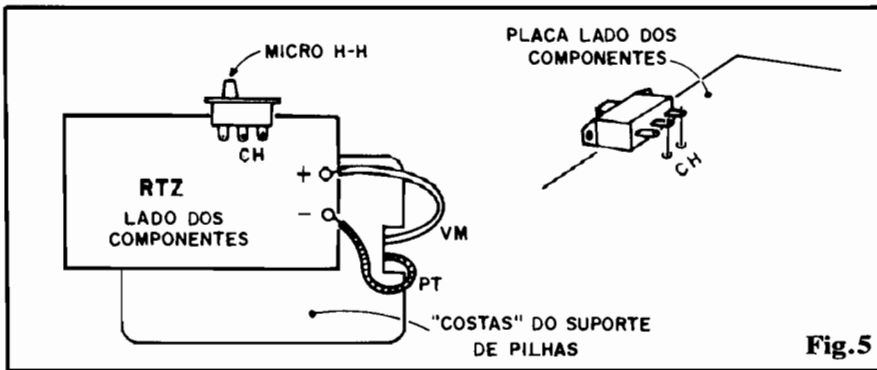

Fig.5
- **FIG. 5** - CONEXÕES EXTERNAS - Já que o microfone e LEDs são ligados diretamente à placa (ver figura anterior), restam muito poucas conexões a serem feitas... Uma delas compreende a ligação da micro-chave H-H, que deve ser precedida de cuidados semelhantes aos recomendados para o microfone de eletreto, ou seja: a anexação de pequenos prolongamentos de fio nú e rígido aos terminais originais, dispostos em ângulo reto com os ditos, de modo que a tal chavinha possa situar-se lateralmente à placa, bem junto aos seus pontos de ligação (codificados como "CH"). Dependendo das reais dimensões do interruptor, e também do comprimento dos seus próprio terminais, três posições básicas podem ser estudadas: ou ela fica **sob** a placa, ou **sobre** a placa, ou ainda em situação nitidamente lateral, com seus terminais "entrando"